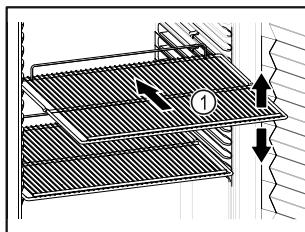

Fig. 84 Príklad zobrazenia
- Ak sa dajú odkladacie rošty Fig. 84 (1) premiestniť, prispôsobte výšku.